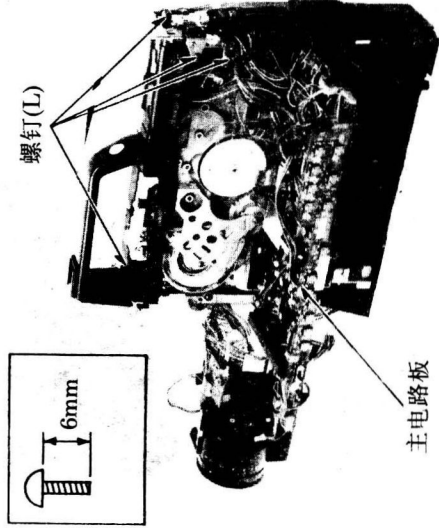

图 17
- ② 卸下3个螺钉(K), 然后轻轻提起电池盒, 使其从锁定脚中松开;
- ③ 松开电池盒附近的导线。
- 步骤: ① 松开4个螺钉(L);
- ② 取下手提部分, 如图17所示。